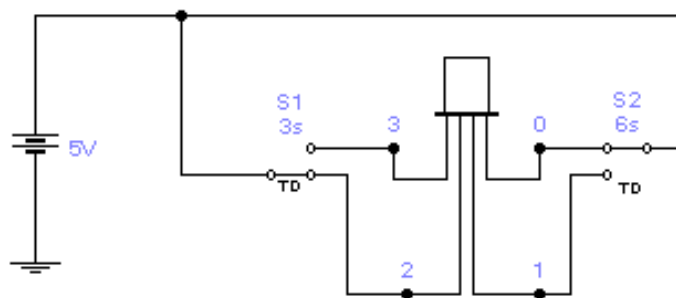

Рис. 6. Переключатель с программируемым временем переключения.
В качестве примера рассмотрим схему на рис. 6. Она содержит источник
24. Используя принципы построения схемы на рис. 6, составьте схему, которая бы обеспечивала последовательный во времени (например, через 5с) вывод на индикатор символов 0...9, А...Ф. Подскажем, что для этого придется добавить еще два ключа.